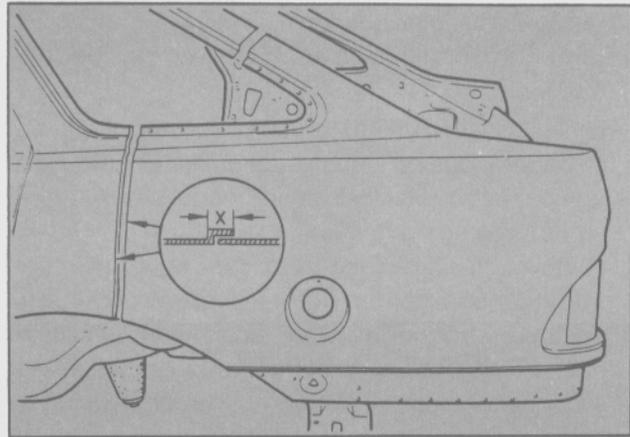

Fig. 12 - Soldadura solapada
- La soldadura solapada y la soldadura a tope son válidas en "componentes de chapas externas". (Fig. 12)